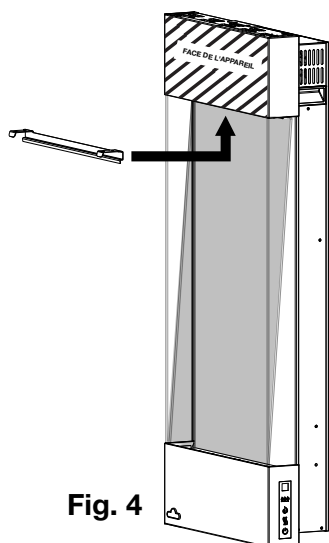

Fig. 4
4. Installez le support de retenue au haut de l'appareil comme illustrée, en utilisant les 2 vis précédemment retiré en étape 1 (**Fig. 4 et 5**). **Le verre doit être fixé après installation.**